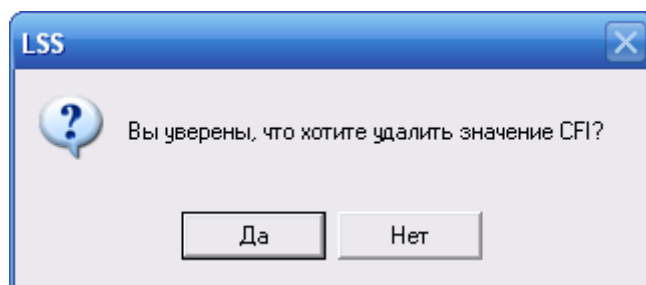

Рис. 4-45
- В появившемся окне подтвердите удаление значения CFI (рис. 4-45).